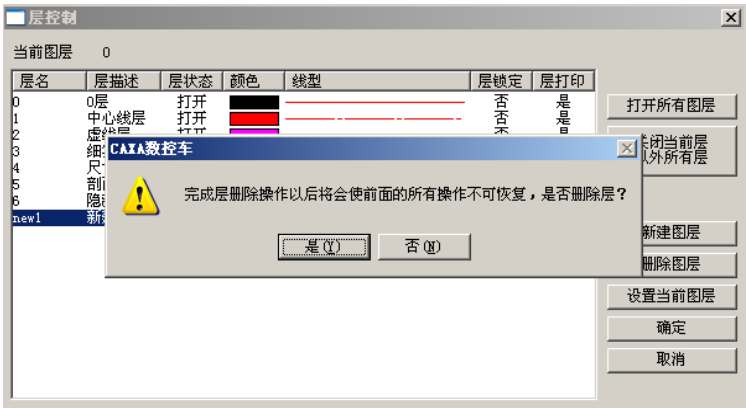

图 9-4 删除图层提示框
(2) 选中要删除的图层，单击**【删除图层】**按钮，调出一个提示对话框，如图 9-4 所示。